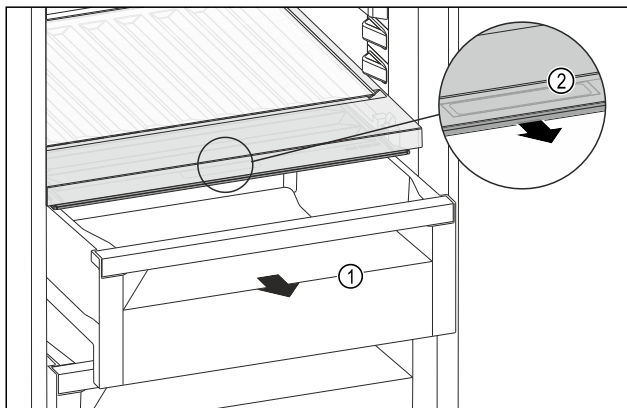

Fig. 95
- Estrarre il cassetto Fig. 95 (1).
- Afferrare la maniglia incassata Fig. 95 (2) sul coperchio dello scomparto e tirare allo stesso tempo in avanti il coperchio dello scomparto.